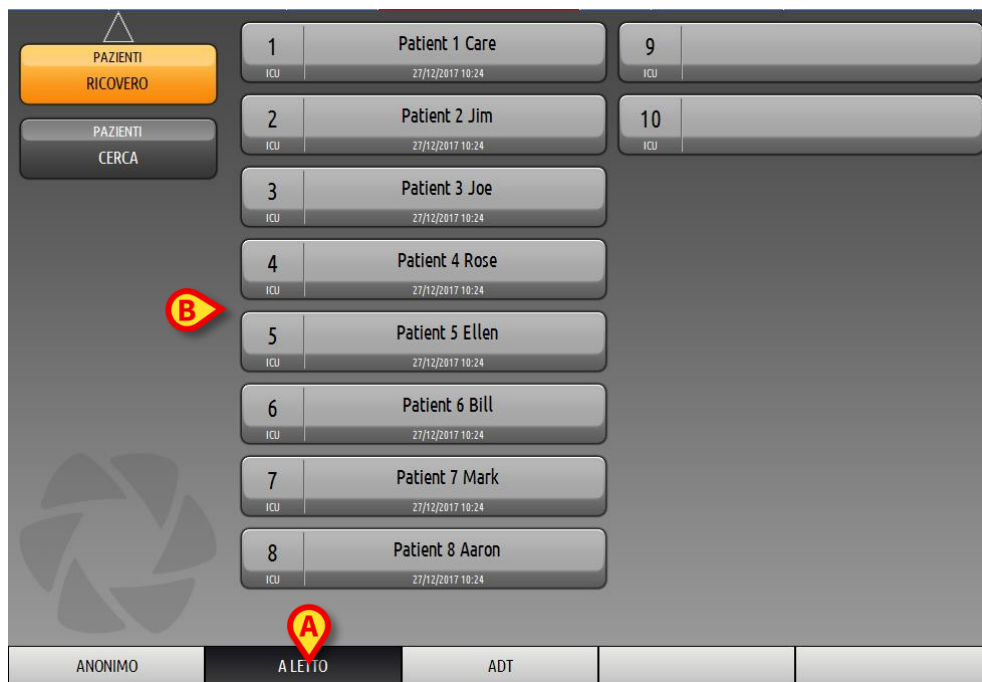

Fig 93
- Cliccare il pulsante **A Letto** sulla barra comandi (Fig 93 **A**).
Sarà mostrata la lista dei letti configurati nel dominio (Fig 93 **B**).
Se il sistema è configurato in tal senso, e se è fornita la necessaria informazione riguardo al letto, il paziente può essere ammesso direttamente al letto dall'ADT. In questo caso il personale del reparto vedrà automaticamente i nuovi pazienti all'interno della lista dei pazienti ammessi (Fig 93).